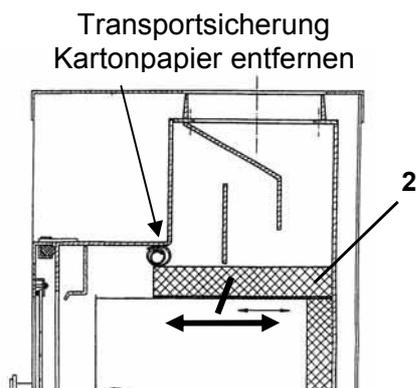

Bild 6
- Vor Inbetriebnahme sind die Transportsicherungen auf der Umlenplatte über dem Feuerraum (Bild 6) herauszunehmen und evtl. Aufkleber auf der Sichtscheibe rückstandsfrei zu entfernen.
Mit richtigem Betrieb/Bedienung und guter Pflege/Wartung erhöhen Sie die Wertstabilität und Lebensdauer Ihrer Geräte. Sie sparen wertvollen Ressourcen und schonen unsere Umwelt und Ihren Geldbeutel. Zur Reinigung, ist die Umlenkplatte (Bild 6 Nr. 2) nach vorne zu ziehen. Dadurch kann der Abgasweg von innen, oder wenn das Abgasrohr entfernt wird, von oben gereinigt werden.
Die Umlenkplatte (Bild 6 Nr. 2) ist nach dem Reinigen wieder ganz nach hinten zu schieben.